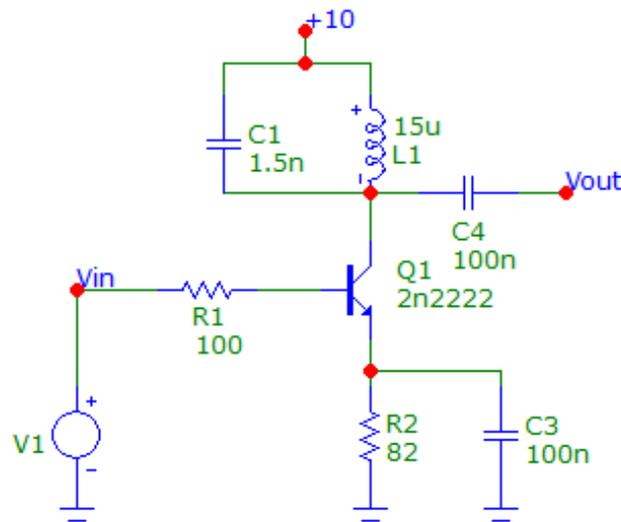

Figura 6.1. Amplificador clase C sintonizado.
1. Realice la simulación del circuito de la figura 6.1, para obtener los voltajes y corrientes de operación, y las gráficas de salida en el dominio del tiempo de acuerdo a los valores que se piden en la tabla 6.2.
1. Arme el circuito mostrado en la figura 6.1.